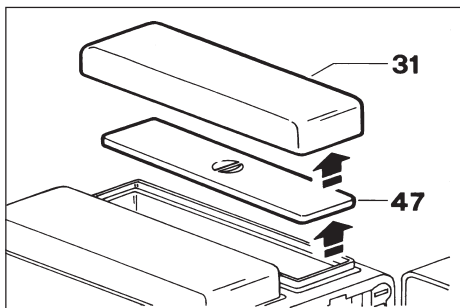

Fig. 24
- Sollevare il coperchio (31) e la chiusura interna (47) (Fig. 24) e riempire il contenitore (1) di caffè in grani